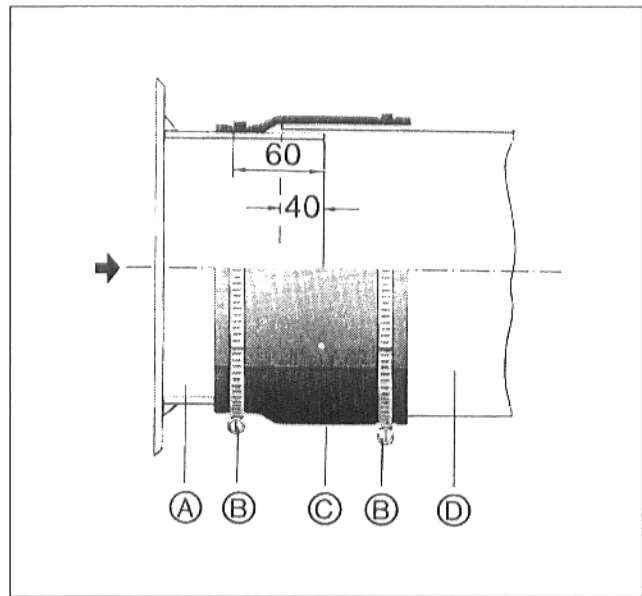

Abb. 4
- Spannbänder ② auf Abgasrohr ④ schieben.
- Abgasrohr ④ ca. 40 mm auf Kesselrohrstutzen ① stecken.
- Abgasrohr-Abdichtungsmanschette ③ anlegen.
- Spannbänder ② über Abdichtungsmanschette schieben und anziehen (Abb. 4).